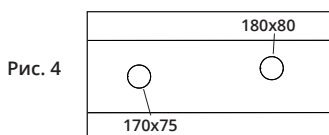

Рис. 4
1.2. Возьмите лучевые части каркаса (8) для монтажа с опорным основанием. В зависимости от размера ванны вам необходимо выбрать на них правильные отверстия для их фиксации (см. рис. 4).
ВАЖНО: Обратите внимание на метки, указывающие правильное расположение на опорном основании (наружу) (рис.4).